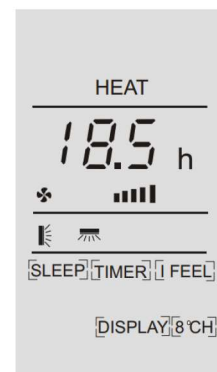

Figura 2, Oprire programată la pornire
4. Un exemplu pentru Timer-on (pornire programată) este afișat în Figura 1, Timer-off (oprire programată) în Figura 2